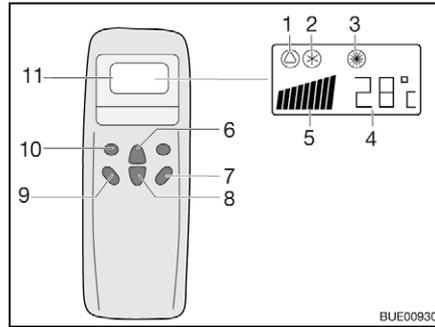
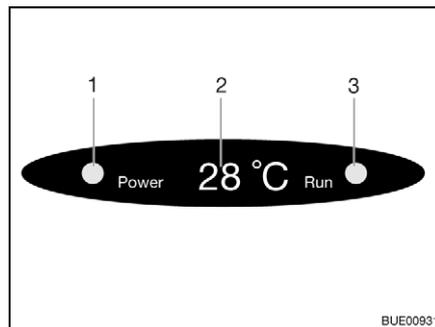

Fig. 136 Télécommande
Fig. 137 Affichage sur le diffuseur
- Appuyer sur la touche "ON/OFF" (Fig. 136,7).
- Appuyer sur la touche "Mode" (Fig. 136,10) autant de fois que nécessaire pour que le mode de fonctionnement souhaité (Fig. 136,1, 2 ou 3) s'affiche à l'écran. Le voyant de contrôle correspondant s'allume sur l'écran du diffuseur (Fig. 137,3).
- Régler la température souhaitée avec les touches d'augmentation de la température (Fig. 136,6) ou de diminution de la température (Fig. 136,8).
- Sélectionner le niveau de ventilation souhaité à l'aide de la touche de vitesse du ventilateur (Fig. 136,9).